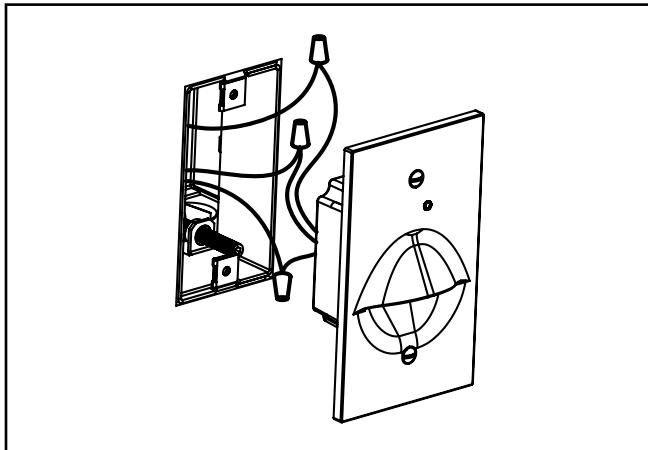

Figure 5.
5. Installez la veilleuse de nuit à DEL Circadian en suivant les instructions d'installation fournies avec le luminaire (Figure 5).